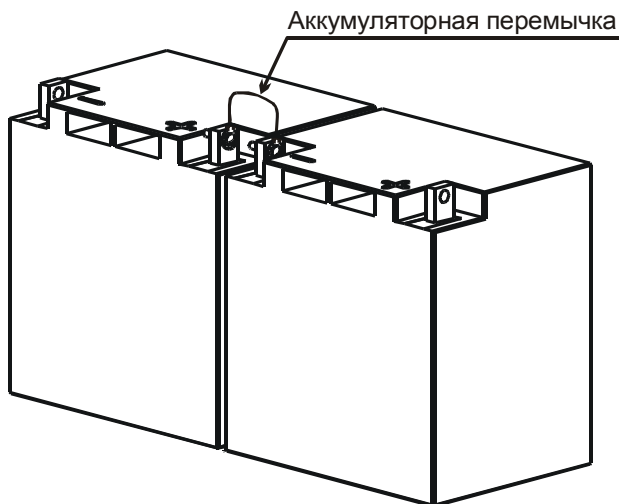

Рисунок 3
- соединить аккумуляторной перемычкой два аккумулятора в батарею см. рис.3;